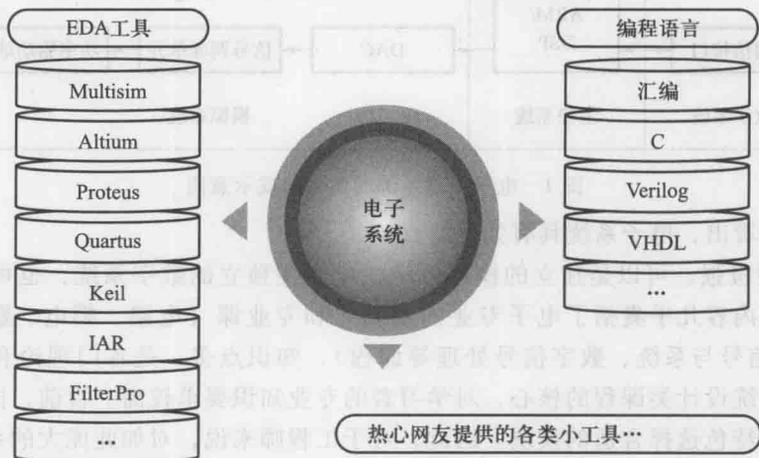

图 2 各种各样的开发工具与编程语言
(1) 综合性极强。可以是独立的模拟系统,可以是独立的数字系统,也可以是数模混合系统;所涉及的内容几乎囊括了电子专业的基础课和专业课(电路、模电、数电、高频、单片机、FPGA、信号与系统、数字信号处理等课程),知识点多,是各门理论和实践课的综合运用,是电子系统设计类课程的核心,对学习者的专业知识要求较高。目前,国内高校一般根据各自的强项或特色选择合适的模块。因此,对于工程师来说,对如此庞大的系统,应该遵循“拿过来就用”的原则,而不是什么都去研究的清清楚楚。一块好的开发板和好的学习资料可以大大加快学习、掌握电子系统设计的速度。
(2) 实践,这是最突出、最显著的特点。没有实践将永远无法领会系统设计要点。如果一直纠结于电子系统中电子元器件和电路的基本原理、基本理论,与实际的工程设计相脱节,那么就无法直接从事电子工程设计工作。动手不够,面对实际工程设计任务时,常常感到无从下手,即使开始了设计工作,也因不清楚工程设计的要领而经常走弯路,导致设计效率低下。
(3) 强调的是“系统”。系统的设计实践，既包含硬件设计，也包含软件设计。软件设计对系统的智能化和性能起到了非常关键的作用，强大健壮的程序可以让同样的系统卖出更高的价格并占领市场。也有一种现象需要引起警惕，很多人选择软件，不是因为喜欢软件设计，而是因为硬件设计太难。而事实上，一个硬件系统也离不开软件，需要通过程序设计来验证硬件设计效果，这个工作也通常是硬件工程师要完成的工作。在这场“硬件和软件的博弈”中，你会是最后的赢家吗？
(4) 系统大脑核心选择面广，有单片机（MCU）、FPGA、ARM 和 DSP 等，应该说它们各有优点，价格和性能也不一样，学习和开发难度也不一样。实际应用应根据系统具体要求选择，而“大刀砍小树”或者“小刀砍大树”都不可取。另外，适合自己的才是最好的。没有一个工程师可以将所有的处理器都应用地游刃有余。比如某测量仪器，需要使用 FPGA 进行设计，对于一个不懂或不熟悉 FPGA 的 SoPC 技术工程师来说，是选择 SoPC 技术还是选择“FPGA（进行逻辑和算法设计）+微控制器（进行控制和数据处理设计）”模式开发，答案不言而喻。很多人学习控制核心的时候喜欢把所有内核及其涉及的外设都练习一遍，但等到实际使用时却发现还是无法灵活应用。事实上，对一个控制核心，如果没有花费较多的时间并结合工程实践，则往往不能深刻领会，从而导致无法灵活应用。因此，最初应该更关注其内核和某些常用外设的学习，等到工程实践再来领会使用，既保证了学习效率，也有利于工程能力的提高。
(5) 电子系统开发涉及了各种各样的开发工具与编程语言（如图 2 所示）。善于应用现代仿真和开发工具，犹如手握一把“利刃”，往往可以达到事半功倍的效果。有些学习者在开发之前喜欢把每个软件的功能都操作一遍，在具体应用时却不懂得用。其实，正确的方法应该是知道如何入门即可，剩下的功能可以在具体实践中一个个消化。后者要比前者深刻的多，还能提高学习设计效率。切记，工程师永远不要想“一口吞个大胖子”。